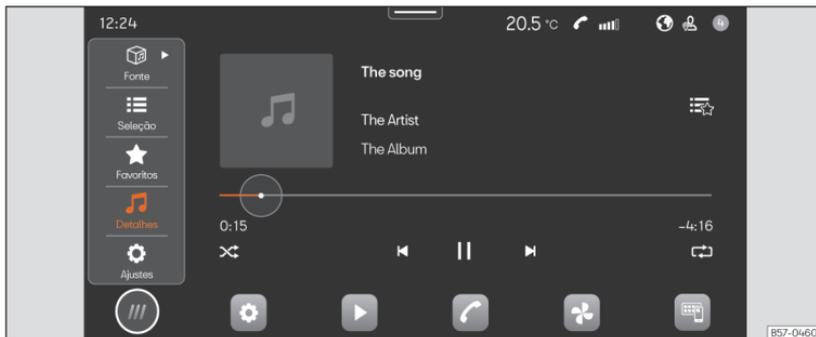

Fig. 163 Representação esquemática: Vista Multimídia.
- Pressione **HOME** > ► >>> **Fig. 163**.